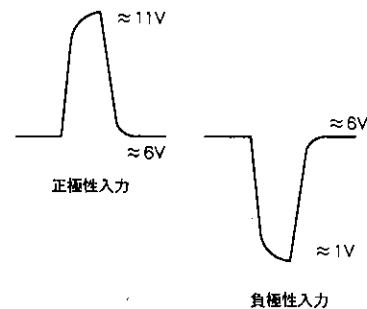

図 5
規格値以外での使用の場合には、端子⑦, ⑧のフィルタをはずして波形を観測し図5であることを確認すること。